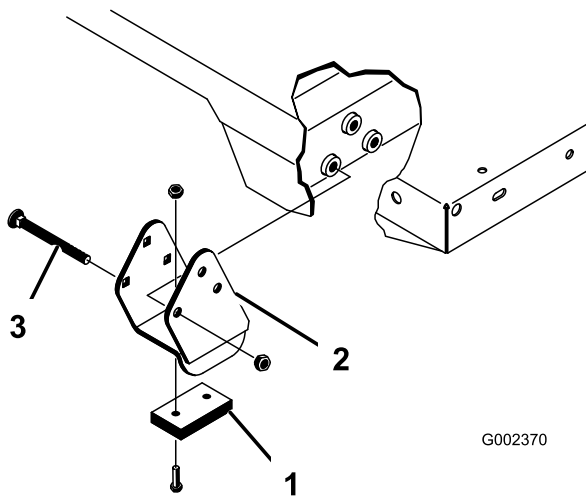

図 32
注 スペーサブラケットとウェアブロック（図 32）はキャリッジボルトで固定しますが、このボルトは必ず頭を機械内側に向けてください。
2. 荷台を慎重に車両フレームの上に乗せる； 後部にある荷台のピボットプレートの穴とリアフレーム（チャンネル鋼材）の穴を揃えて、クレビスピンとリンチピン（各2個）を取り付ける（図 32）。
3. 荷台を下げた状態のまま、各シリンダロッド端部を荷台取り付けプレートのスロットに固定する； クレビスピンとリンチピンを使用。クレビスピンは荷台の外側から差し込み、リンチピンが荷台の外側に向いているようにする（図 32）。後ろ側のスロットはフルサイズ荷台の取付け用で、前側のスロットは2/3荷台の取付け用。